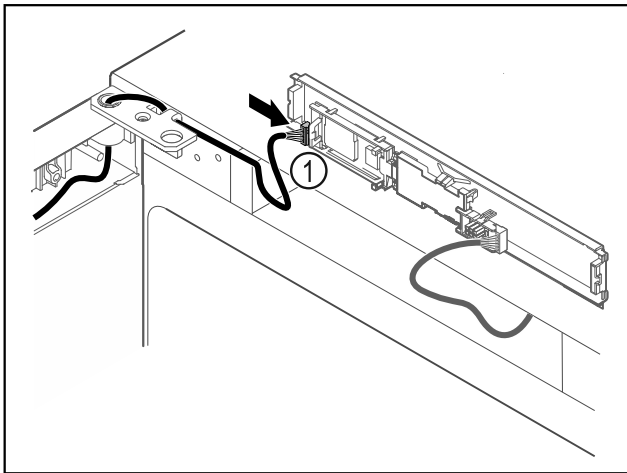

Fig. 63
- ▶ Встановити штекер Fig. 63 (1) на плиті.